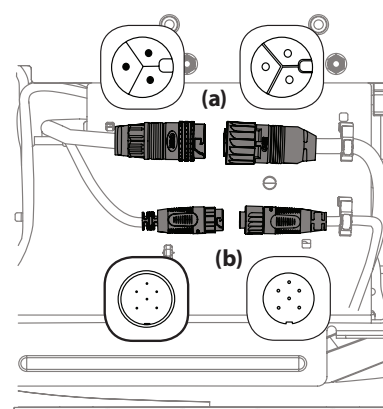

Figura 23
- Desconecte el motor de la plataforma de los adaptadores que se encuentran en la parte inferior del tractor. Gire los conectores 1/4 de vuelta en sentido contrario a las agujas del reloj y tire hacia abajo. Consulte la Figura 23.